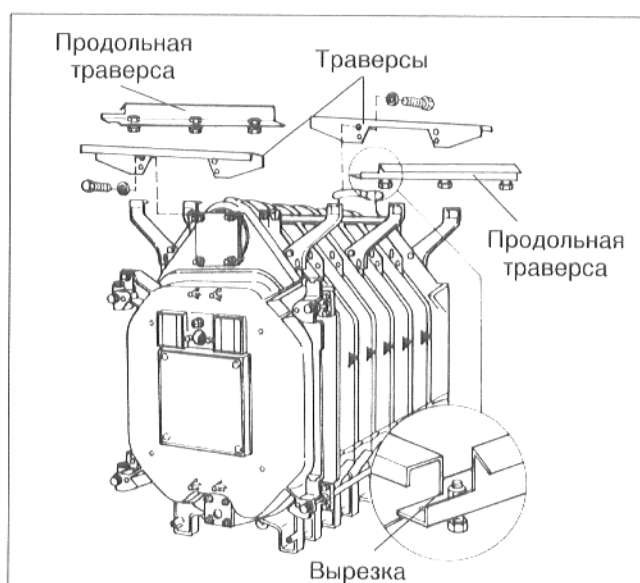

Рис. 30
- Привинтить траверсы сверху, спереди и сзади, винтами М 8 х 16 к двум концевым элементам. Окантовки должны показывать наружу (рис. 30).
- Положить продольные траверсы на консоли у заднего и переднего элементов (рис. 30).